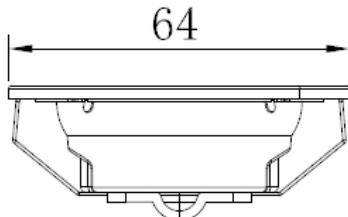

Рисунок 1
- Найдите распределительную коробку, открутите винты на крышке распределительной коробки, затем снимите крышку (если есть пластина для зажима проводов, которая прижимает провод освещения, её нужно снять сначала). См. рисунок 1.